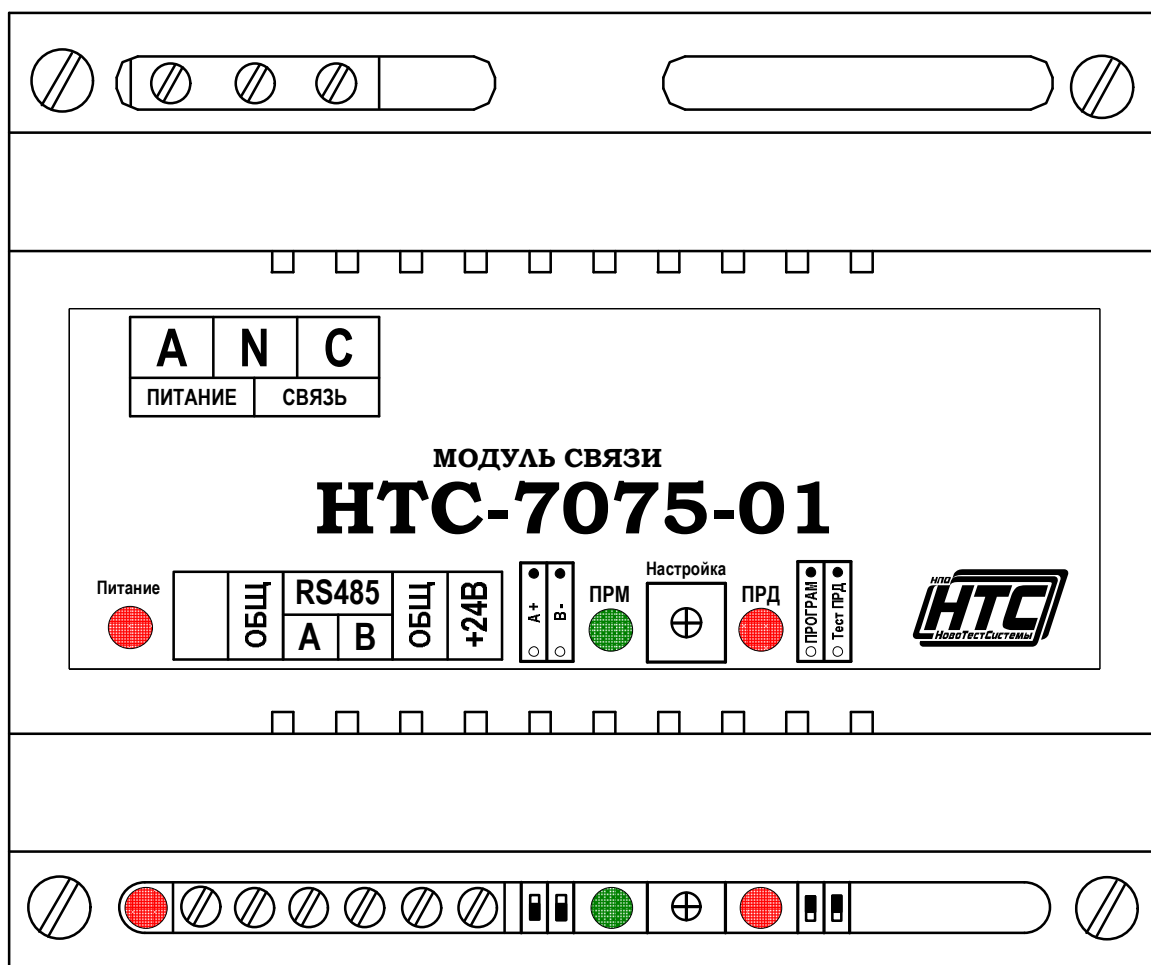

Рисунок 1. Внешний вид модуля связи НТС-7075-01
- 1.5.1. Внешний вид модуля связи НТС-7075-01 приведен на рис. 1.